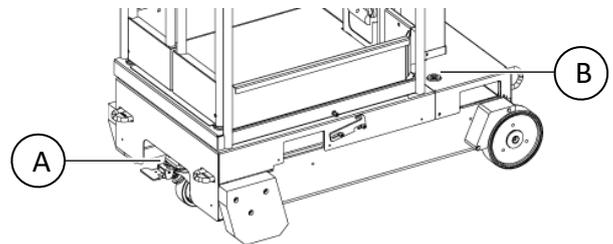

Abb. 2
1. Stellen Sie sicher, dass das Schwenkrad (A Abb. 2) nicht locker oder verzogen ist.
2. Prüfen Sie, ob sich die Luftblase der Wasserwaage (B Abb. 2) im Zentrum befindet (Maschine perfekt nivelliert).